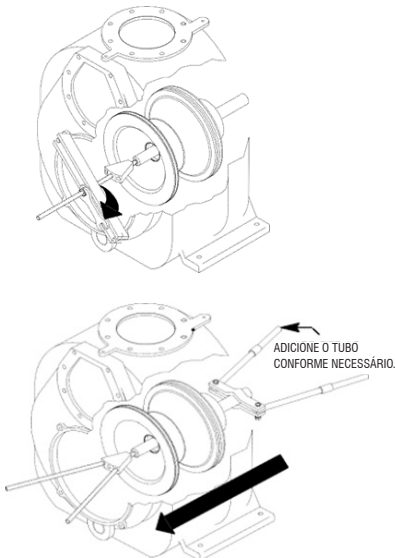

Figura E-3. Remoção do conjunto rotativo com ferramenta
Remova os componentes de fixação internos (24 e 23) do anel adaptador (36). Se a ferramenta de remoção for utilizada, siga as instruções embaladas com ela e puxe o conjunto rotativo da carcaça da bomba (consulte a Figura E-3 para informações sobre o uso da ferramenta de remoção). Se a ferramenta de remoção não for utilizada, instale três dos parafusos internos nos orifícios de regulagem no anel adaptador (36) e utilize-os para pressionar o conjunto rotativo na carcaça da bomba até que o corpo do rolamento esteja livre.